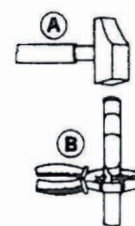

FIG. 3
- c) inserire il puntale mandando in appoggio il corpo sull'asta (vedi fig. 3-A) e bloccarlo stringendo l'asta in corrispondenza delle gole (vedi fig. 3-B) con una pinza.